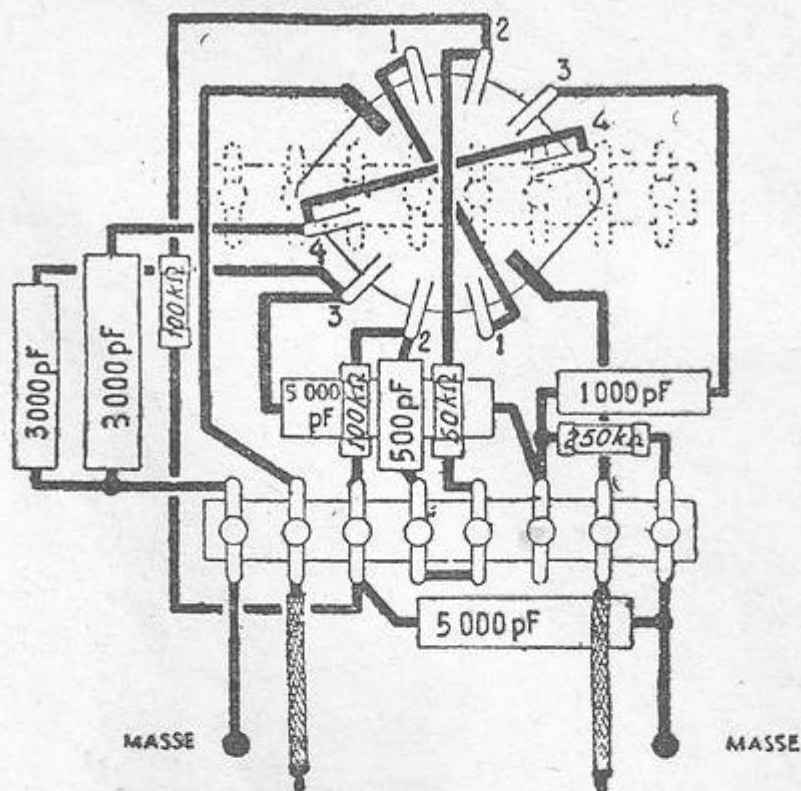

FIG. 5. — Câblage du commutateur de timbre
**Câblage du commutateur de timbre :** Le câblage du commutateur de timbre est représenté séparément sur la figure 5. Sur le plan les deux fils blindés d'entrée et de sortie du commutateur et la barrette à cosse sur la laquelle tous les éléments du commutateur sont câblés ont seuls été représentés.